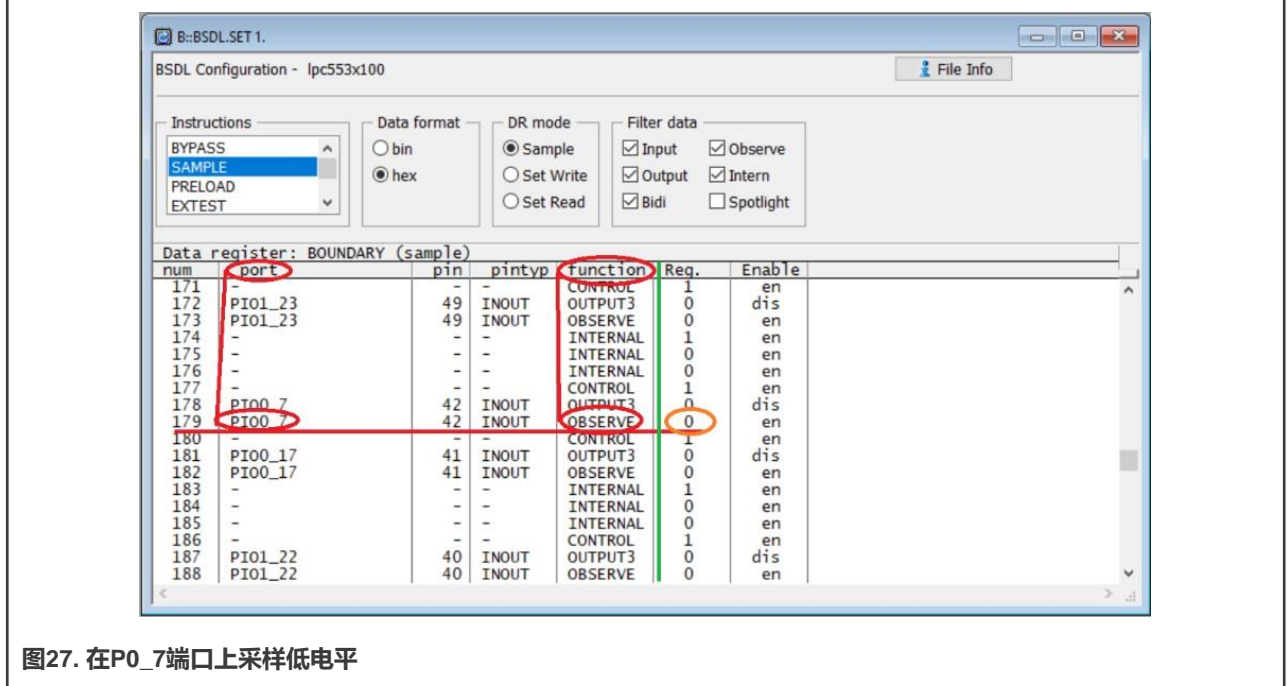

图27. 在P0\_7端口上采样低电平
- 给该引脚施加低电平。查看采样结果，结果为0，如图27所示。